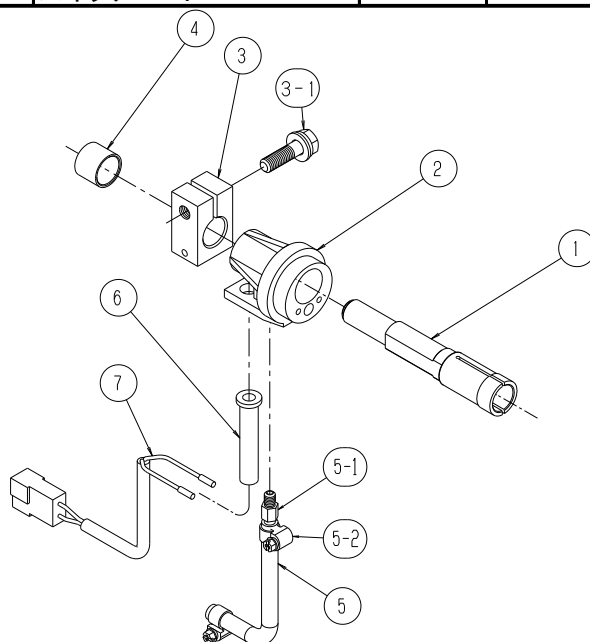

図6. セントラルアダプタ分解図
⑨ パーツリスト(つづき)
9. 6 セントラルアダプタ関係 (図6)